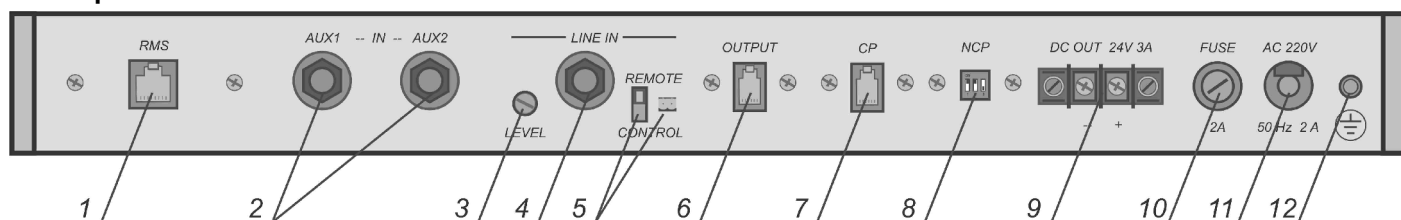

Рисунок 10 Предварительный усилитель трансляционный ППТ 01
9.2 Размещение клемм и гнезд на задней панели предварительного усилителя трансляционного и их назначение приведено на рис. 10 и 11.
- 1÷8 Аналогично описанию рис. 10;